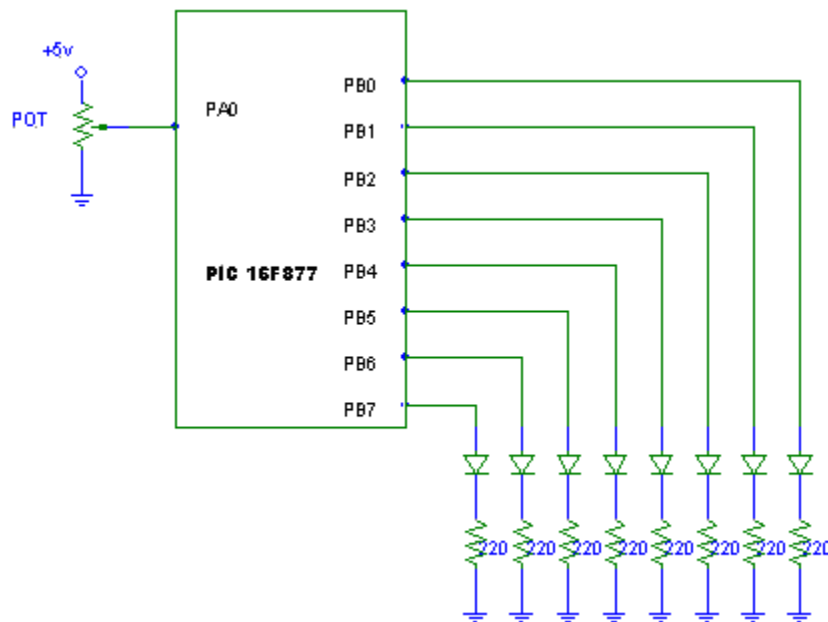

Figura 6.1 Circuito con lectura de una señal analógica
1.- Empleando el canal de su elección del convertido A/D, realizar un programa en el cuál, de acuerdo a una entrada analógica que se ingrese por este canal, se represente el resultado de la conversión en un puerto paralelo utilizar el arreglo de leds para ver la salida, como se muestra en la figura 6.1.